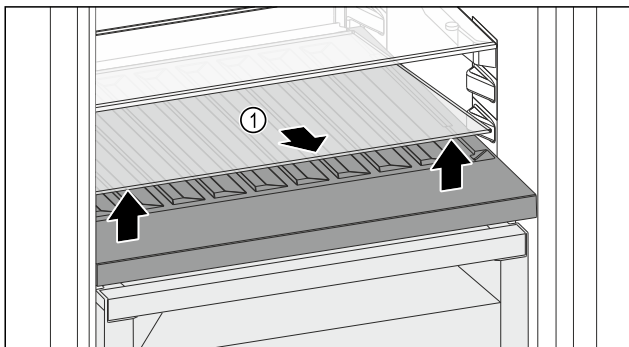

Fig. 144
- ▶ Ridicați în față și extrageți placa de sticlă Fig. 144 (1) din degajare.
- ▶ Păstrați placa de sticlă Fig. 144 (1) în siguranță în afara aparatului.